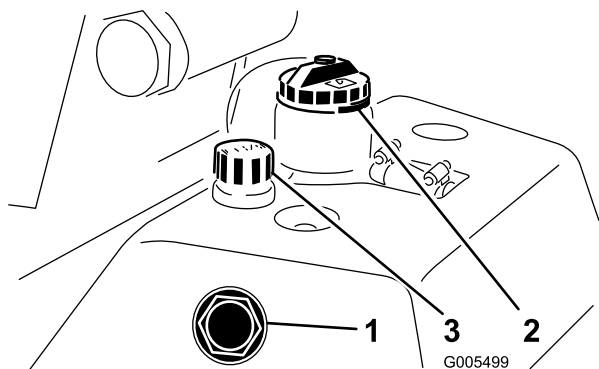

Figura 26
1. Parcheggiate la macchina su terreno pianeggiante. Controllate che la macchina si sia raffreddata, in modo che l'olio sia freddo. Controllate l'olio verificando la spia di livello, sul fianco del serbatoio ausiliare dell'olio (Figura 26). L'olio è sufficiente quando raggiunge il segno di pieno (Full) sulla spia.